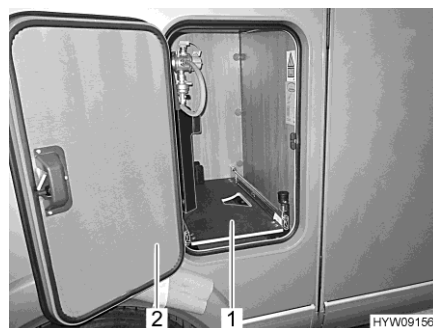

Fig. 80 Extension du compartiment à gaz
- Ouvrir le portillon (Fig. 80,2) du compartiment à gaz.
- Faire sortir l'extension du compartiment à gaz (Fig. 80,1) jusqu'à ce que le bouton s'enclenche. L'extension du compartiment à gaz est maintenant arrêtée dans cette position.